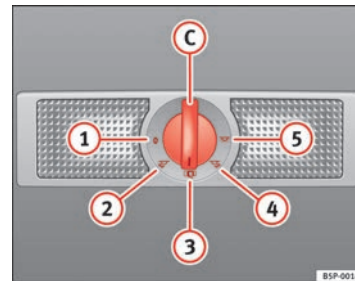

Abb. 82 Ausschnitt aus Dachhimmel; Innenleuchte und Leseleuchten hinten
Mit dem Schalter ⇒ Abb. 82 (C) können Sie folgende Positionen wählen:
In der Schalterstellung ⇒ Abb. 82 (1) sind die Innen- und Leseleuchten ausgeschaltet.